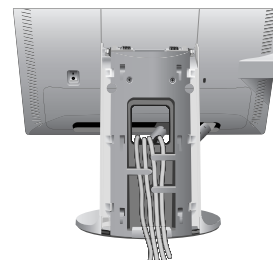

Figura C.5
7. Coloque todos los cables en los corchetes (**figura C.5**).